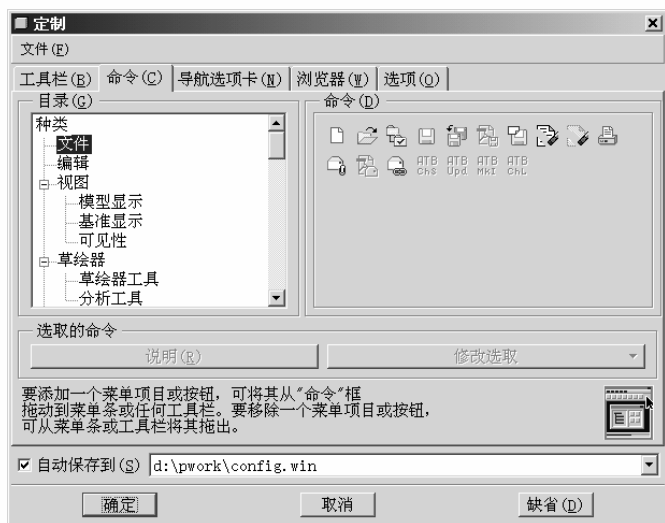
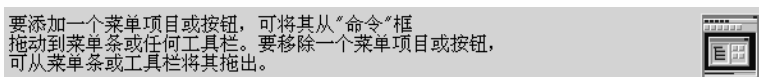

图 1.2.6 【命令】标签卡
图 1.2.7 动画演示区
(2)【命令】定制:在【定制】对话框中单击【命令】标签卡,展开的设置项如图 1.2.6 所示。在此标签卡的【目录】列表框中选择某一种类,此时可将右边【命令】框中的按钮拖动到任何工具栏中,也可将按钮从工具栏中拖出。在如图 1.2.7 所示的【命令】标签卡右下方的动